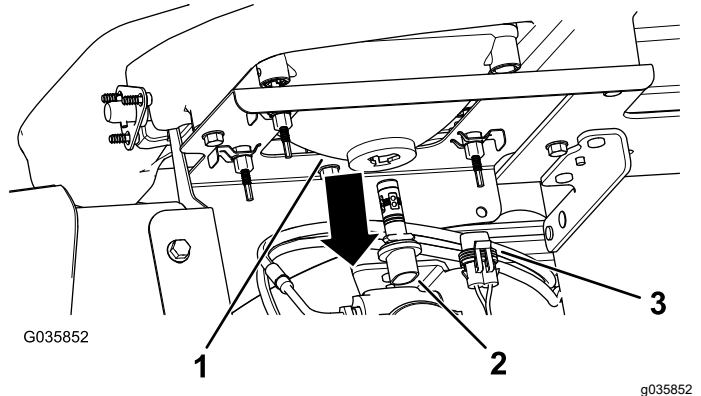

Figura 43
3. Scollegate il connettore elettrico del cablaggio dal connettore del gruppo luci sul retro del vano del faro (Figura 43).
4. Ruotate il gruppo luci di $\frac{1}{4}$ giro in senso antiorario spostandolo indietro, fuori dalla sede del vano del faro (Figura 43).
5. Inserite il nuovo gruppo luci e il vano del faro e allineate le linguette nel gruppo luci alle fessure nel vano del faro (Figura 43).
6. Fissate il gruppo luci ruotandolo di $\frac{1}{4}$ di giro in senso orario (Figura 43).
7. Collegate il connettore elettrico del cablaggio al connettore del nuovo gruppo luci (Figura 43).